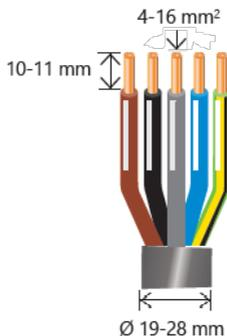
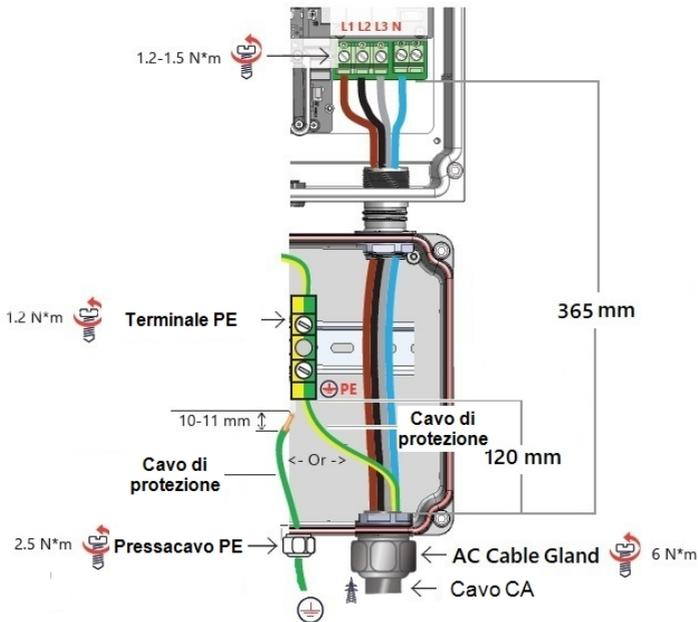

Figura 15: Cavo CA a 5 conduttori - Spellatura
Figura 17: Collegamento del cavo CA e di messa a terra all'inverter con unità di sicurezza CC
3. Esporre 10-11 mm / 0,4" di isolamento del cavo (*Figura 15*).
Collegare sempre prima il cavo di protezione di terra (Vedi *Figura 17*). Il punto di messa a terra dell'inverter e il morsetto PE dell'Unità di sicurezza CC sono collegati da un cavo di messa a terra. Non scollegare il cavo a nessuna estremità!
5. Aprire il pressacavo CA dell'Unità di sicurezza CC e inserire il cavo attraverso il pressacavo (Vedi *Figura 17*).
6. Spellare l'isolamento esterno del cavo, come mostrato nella *Figura 17*, ed esporre 10-11 mm / 0.4 " di isolamento del filo (*Figura 15*).
4. Far passare i cavi CA attraverso il condotto nell'Unità di sicurezza CC e verso le Morsettiera CA (Figura 17).